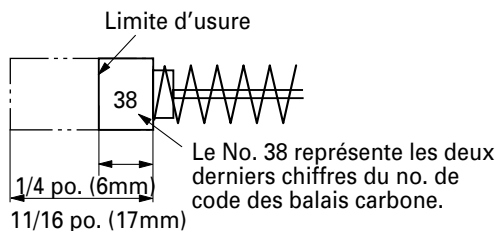
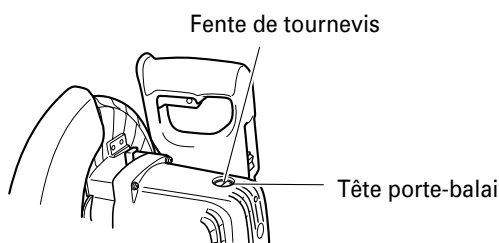

Fig. 36
Fig. 37
3. Inspecter les balais carbone (Fig. 36 et Fig. 37)
En conséquence, inspecter périodiquement les balais en carbone et les remplacer lorsqu'ils ont atteint la limite d'usure comme indiqué à la Fig. 36.
Par ailleurs, maintenir les balais carbone propres de façon qu'ils glissent régulièrement dans les porte-balai. Les balais carbone sont faciles à retirer ; pour cela, retirer les têtes porte-balai (voir Fig. 37) avec un tournevis à tête plate (signe moins).